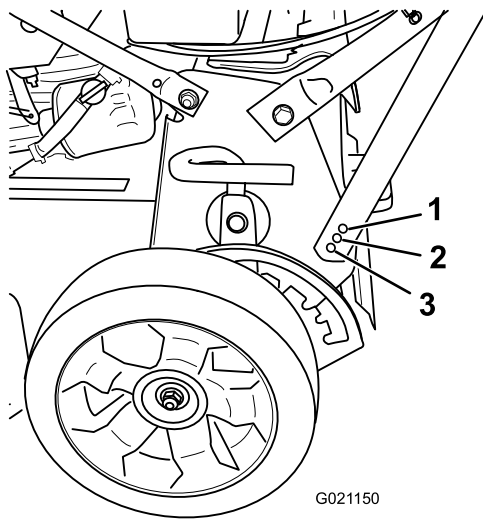

Figura 5
2. Retire el perno del manillar e insértelo en uno de los tres taladros situados en la parte inferior del soporte del manillar (Figura 5).